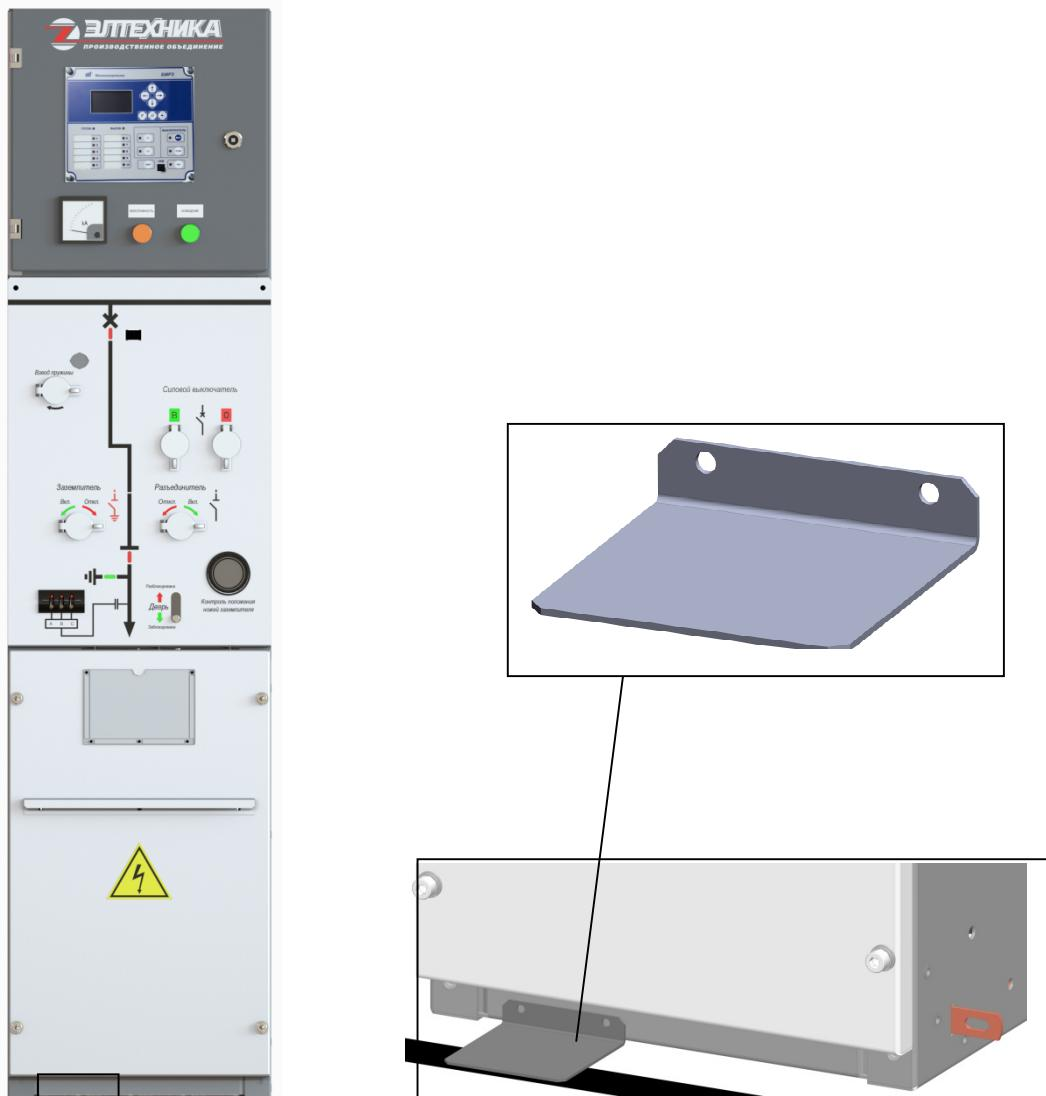

Рис. 18 Присоединение к внешнему контуру заземления
2.5.2.6 Соединить шкафы КРУ с контуром заземления при помощи уголка заземления согласно рис. 18. Уголок заземления крепится: к шкафу КРУ – с помощью 2 болтовых соединений M6 (отверстия в уголке сверлятся по месту), к контуру заземления – посредством сварки.
Метизы (Рис.18)